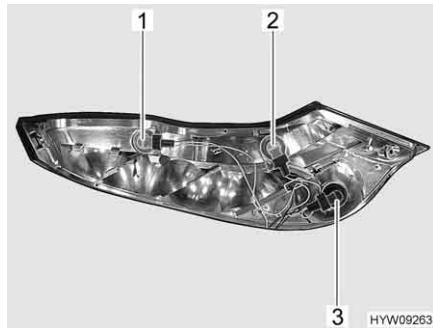

Fig. 190 Unità luci posteriori (smontata)
- Ruotare la lampada ad incandescenza difettosa (Fig. 190) in senso antiorario per sbloccare lo zoccolo a baionetta.